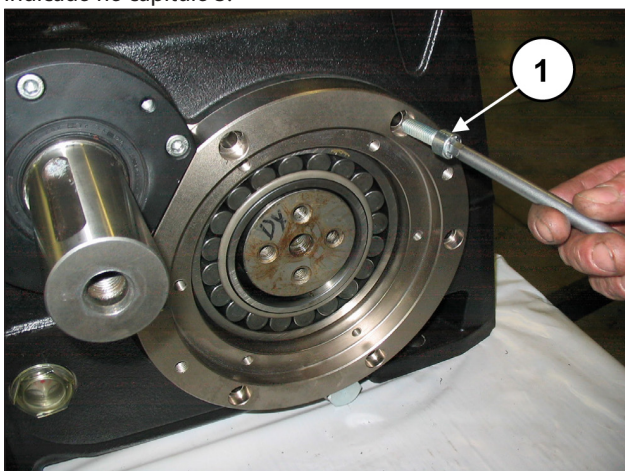

Fig. 74
Aperte as coberturas do porta-rolamento, mediante 6+6 parafusos M10x30 (pos. ①, Fig. 74).